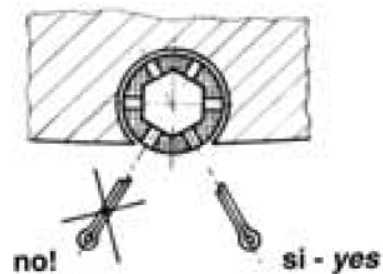
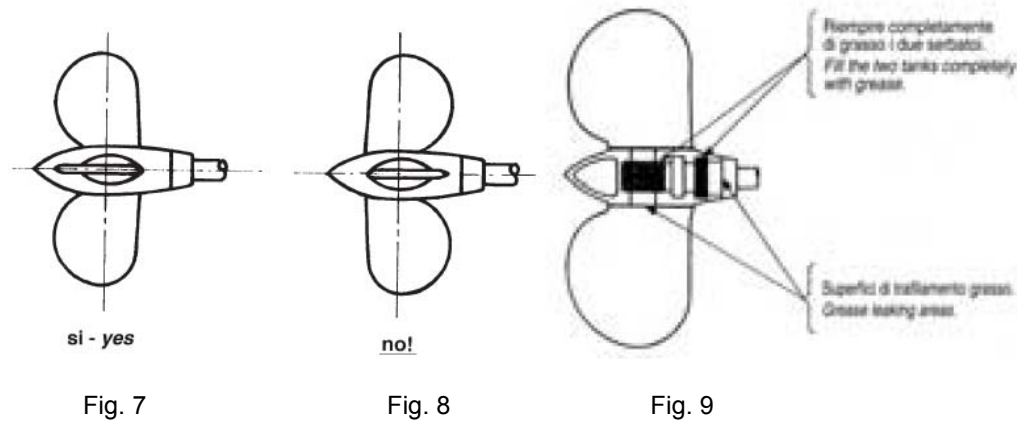

Fig. 5
Fig. 6
G)G) Oriente las tres palas en la posición de "bandera" (compruebe que están perfectamente alineadas con el cuerpo de la hélice), ponga atención en que la situación de las palas correspondan a las presentadas en la Fig. 6. Inserte las palas y el tapón externo sobre la ojiva [7], asegurándose también que en esta operación, sigan coincidiendo los números entre la ojiva y las palas [9]. Asegure el tapón [11] mediante los tornillos [12].
Move the blades to a feathered position, making sure that the rounded trailing edges of blades are aft as shown in figure 6. Slide the end cap and feathered blades on to the spinner [7], make sure that the numbers on the blades [9] and spinner [7] match. Next tighten down the end cap [11] with the screws [12].
H) Para asegurarse de no perder ninguno de los tornillos, inserte en la cabeza de cada uno de ellos [8-12] en la posición indicada en la Fig. 5 un pasador [13] de material muy resistente a la corrosión marina. Dar un ligero golpe a la cabeza del pasador hará que se separen las dos extremidades, si no fuese así, use un destornillador (Fig. 6). *To make sure that the screws [8-12] will not loosen, insert a cotter pin [13], made of highly resistant material against corrosion, in the head of each screw (in the position shown in Fig.5). A light tap with a hammer on the head of the pin will spread the ends open, if not use a screw driver to spread them apart (Fig.6).*
- Verifique que en la posición de "bandera" las palas están perfectamente alineadas y orientadas como en la Fig.6. La hélice no debe NUNCA estar en la posición indicada en la Fig.8.